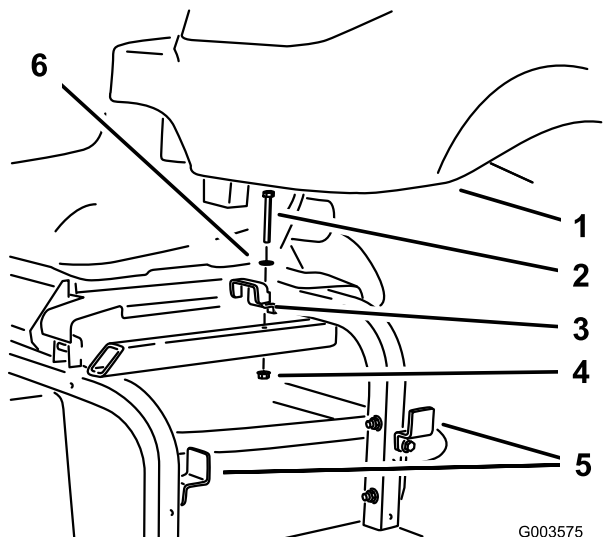

Bild 8
9. Nehmen Sie die obere Hydraulikbehälterhalterung vom Maschinenrahmen ab und lösen Sie die zwei Halterungen an der Seite des Rahmens (Bild 8). Nehmen Sie den Behälter ab und bewahren Sie die Befestigungen auf.